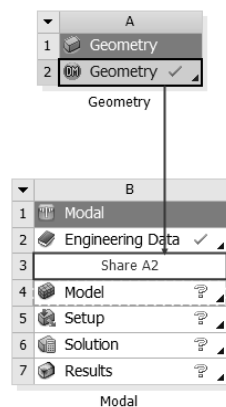

图 8-8 几何数据共享
Step2: 如图 8-8 所示,选择项目 A 中的 A2 (Geometry) 选项直接拖曳到项目 B 的 B3 (Geometry) 中,此时在 B3 栏中出现一个提示符 Share A2,此提示符表示 B3 (Geometry) 几何数据与 A2 (Geometry) 几何数据实现共享。